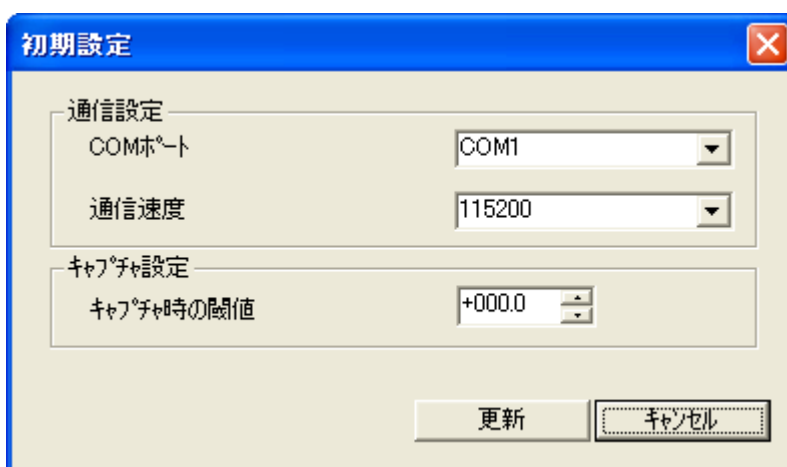

Fig. 4.2 初期設定画面
メニューバーの【設定】から【環境設定 (I)】を選択し、初期設定画面 (Fig. 4.2) を開きます。